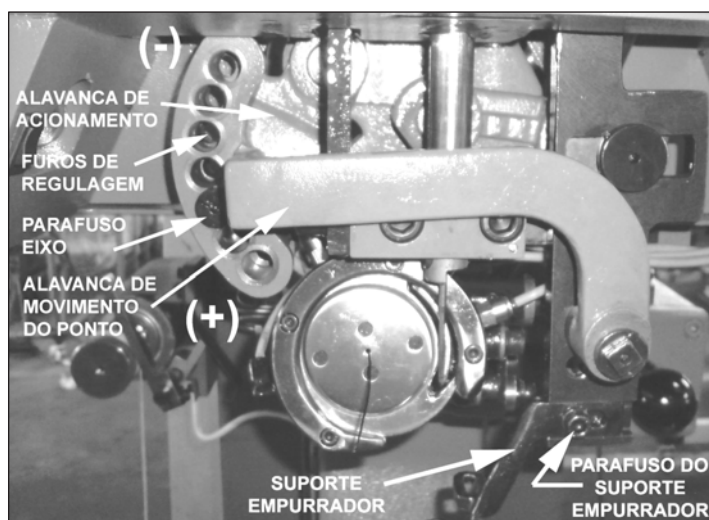

Figura 7
- ✓ Retire o parafuso eixo (figura 7) e coloque-o em um dos furos abaixo (para aumentar o tamanho do ponto) ou em um dos furos acima (para diminuir o tamanho do ponto);